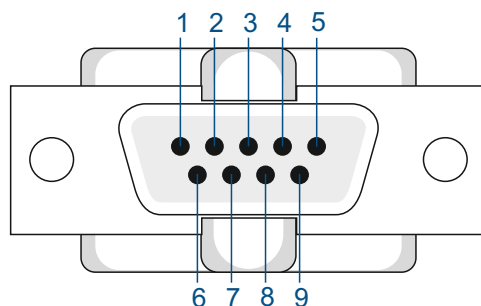

Рисунок 28. Обозначение контактов COM-порта (RS 232)
- ① Установите системный сервер в свободном для доступа оператора месте, подключите его к контуру заземления.
- ② Проложите проводку от него до турникета.
- ③ Для выбора проводов для подключения комплекта «турникет-сервер по интерфейсу RS-232» руководствуйтесь таблицей 7.
- ④ Интерфейсный кабель подключите к клемме X14 ЦПУ турникета к контактам TXD, RXD и GND.
- ⑤ Подключите интерфейсный кабель к контактам 2 (TXD), 3 (RXD) и 5 (GND) к COM – порту сервера (рис. 28).
- ⑥ Тщательно проверьте все соединения. Подключите питание от сервера к турникету в соответствии с п. 8.4.3. настоящего Руководства. Турникет готов к работе.